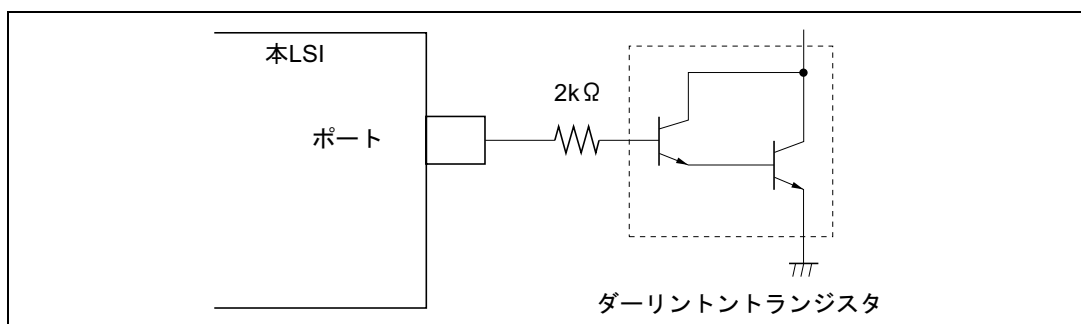
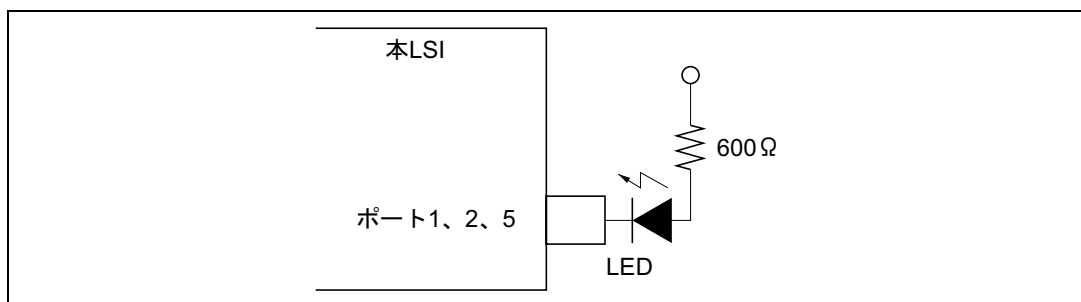

図 21.7 ダーリントントランジスタ駆動回路例
図 21.8 LED 回路例
- ダーリントントランジスタや、LED を直接駆動する場合には、図 21.7、図 21.8 に示すように、出力に必ず電流制限抵抗を挿入してください。